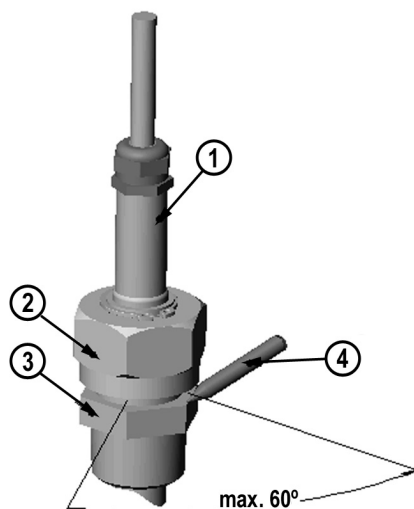

Рис. 15 Фиксация разъемной гайки
Следующие цифровые обозначения относятся к рис. 15 на стр. 33:
10. Затяните разъемную гайку вилочным гаечным ключом на угол 50°–60° (прибл. 1/6 оборота). Если есть подходящий динамометрический гаечный ключ, затяните гайку с усилием не больше 45 ± 5 Н·м. См. рис. 15 на стр. 33.